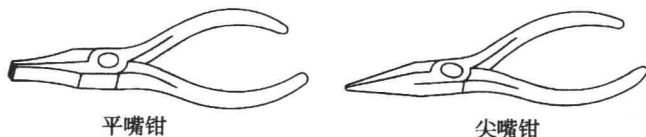

图 1—7 工钳
(2) 锉。锉可准备 10 ~ 15 cm 的钳工锉和半圆锉。一套钟表整形锉如图 1—8 所示。